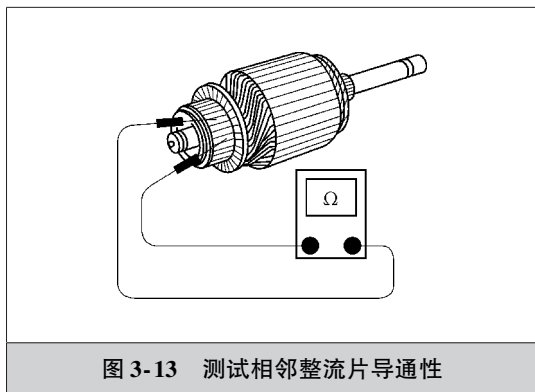

图 3-13 测试相邻整流片导通性
1) 如图 3-13 所示, 使用万用表电阻档测试相邻的整流片之间的导通性, 如果导通则更换电枢轴。